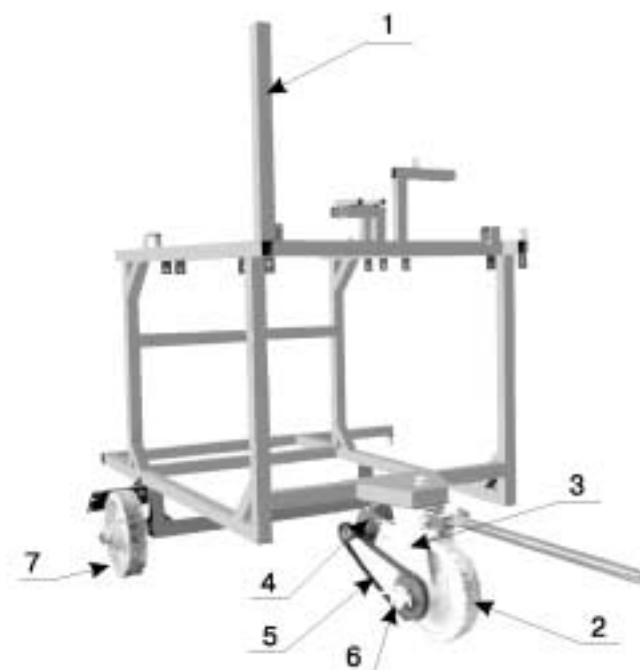

Рис. 10
7.3.2. Регулировку производительности и распределение материала по ширине решетного стана производите с помощью щелевого затвора (рис. 10).
4.6. Рама с ходом (рис. 10) Все рабочие органы машины смонтированы на сварной раме 1, установленной на трех обрезиненных колесах. Ось переднего колеса 2 установлена на поворотной вилке 3. Также на вилке установлен мотор-редуктор самохода 4, посредством которого через цепную передачу 5 передается крутящий момент на ведущее колесо. Ведущее колесо с осью соединено муфтой 6.
Внимание! С целью предотвращения выхода из строя редуктора самохода при буксировании машины по зернотoku муфту (рис. 10, поз. 6) отключить. Буксировка машины вне тока запрещена!